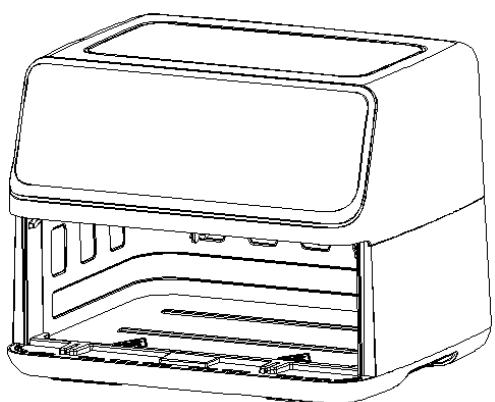

Fig.4
2. Tirar cuidadosamente o cesto da fritadeira (Fig. 4).